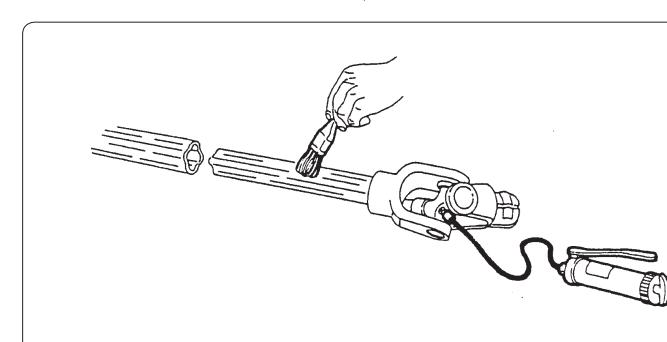

fig. 7.5.1
7.5 - Reinigen und Abschmieren der Gelenkwellen (Abb. 7.5.1)